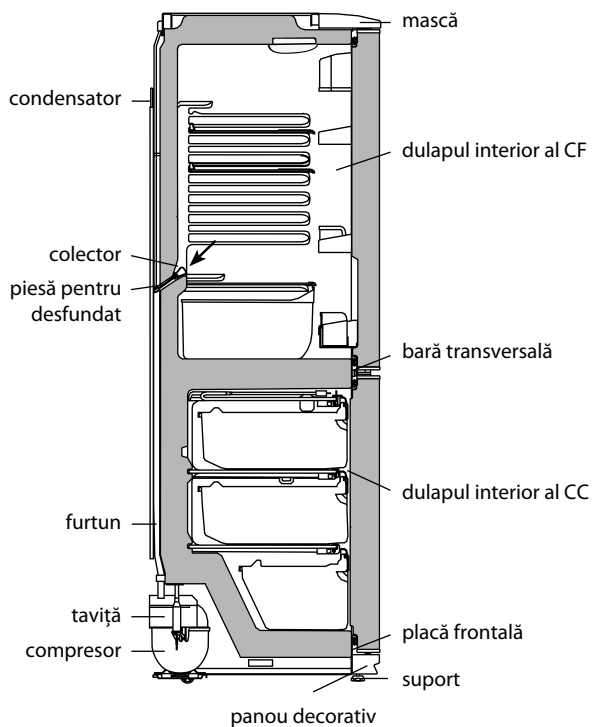

Figura 4 – Schema scurgerii apei rezultate în urma topirii din CF
**2.2.1** În CF se folosește un sistem automat de dezghețare. Bruma, care apare pe peretele din spate al CF, după deconectarea compresorului care lucrează în ciclu, se topește și se transformă în picături de apă. Picăturile de apă rezultată în urma topirii se scurg în colector, apoi prin gaura acestuia și prin furtun – în tavița de pe compresor, în conformitate cu figura 4 și se evaporă. Gaura colectorului este dotată cu o piesă pentru prevenirea înfundării sistemului de drenaj.
Prezența apei în colector indică înfundarea sistemului de drenaj. Pentru eliminarea înfundării folosiți piesa corespunzătoare și curățați gaura colectorului, astfel ca apa să se scurgă liber în taviță, apoi spălați piesa și instalați-o în conformitate cu figura 4.
**SE INTERZICE** să utilizați frigiderul cu sistemul de scurgere înfundat. Apa care a apărut pe fundul CF sau care a ajuns în locul de alăturare a barei transversale și a dulapului interior al CF, în conformitate cu figura 4, poate provoca coroziunea dulapului exterior al frigiderului și elementelor agregatului frigorific, defectarea izolației termice, formarea crăpăturilor dulapului interior și defecțiunea frigiderului.
**SE INTERZICE** să decongeleți congelatorul fără utilizarea elementului pentru drenare. Apa rezultată în urma topirii care se scurge din camera afară de elementul pentru drenare, pătrunzând în locul de alăturare a plăcii frontale la dulapul interior în conformitate cu figura 4, poate